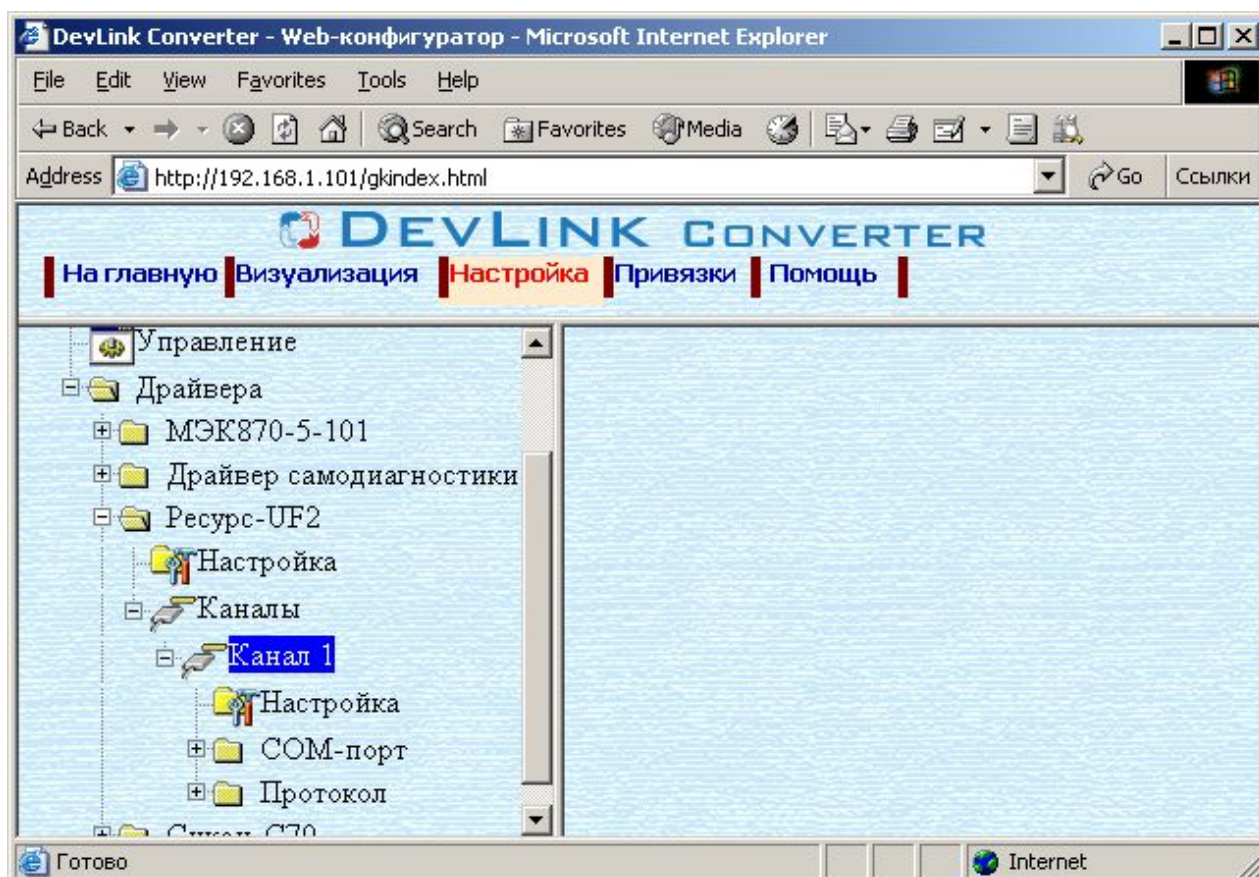

Рисунок 3.3 – Поддерево нового канала драйвера
- Нажмите на кнопку «Добавить канал». В результате будет произведено добавление канала. Дерево объектов будет обновлено (рисунок 3.3).
Папка «Каналы» драйвера должна содержать поддерево, относящееся к новому каналу (рисунок 3.3).